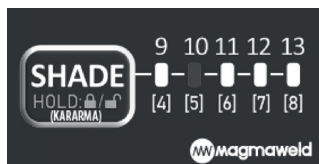

Figura 2
- Per le impostazioni da 9 a 13, selezionare prima la modalità di saldatura, quindi premere brevemente il pulsante SHADE. Mentre la spia SHADE lampeggia, premere il pulsante per selezionare un livello di tonalità tra 9 e 13 e fermarsi al livello desiderato (vedere Figura 2).
- Per le impostazioni da 4 a 8, selezionare prima la modalità di saldatura, quindi premere brevemente il pulsante SHADE. Mentre la spia SHADE lampeggia, premere il pulsante per selezionare un livello di tonalità tra 4 e 8 e fermarsi al livello desiderato (vedere Figura 2).